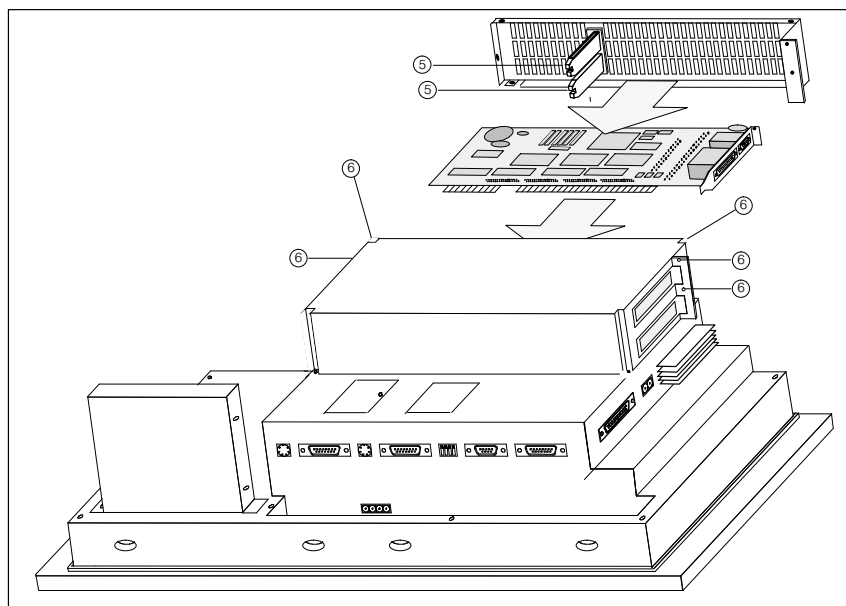

Bild 5-3 AT-Karte stecken und Seitenteil befestigen
7. Passen Sie das Seitenteil so ein, daß die mit (5) gekennzeichneten Schieber die Kanten der gesteckten AT-Karten fest positionieren.
8. Befestigen Sie dann das Seitenteil mit fünf Schrauben (6) (Bild 5-3).